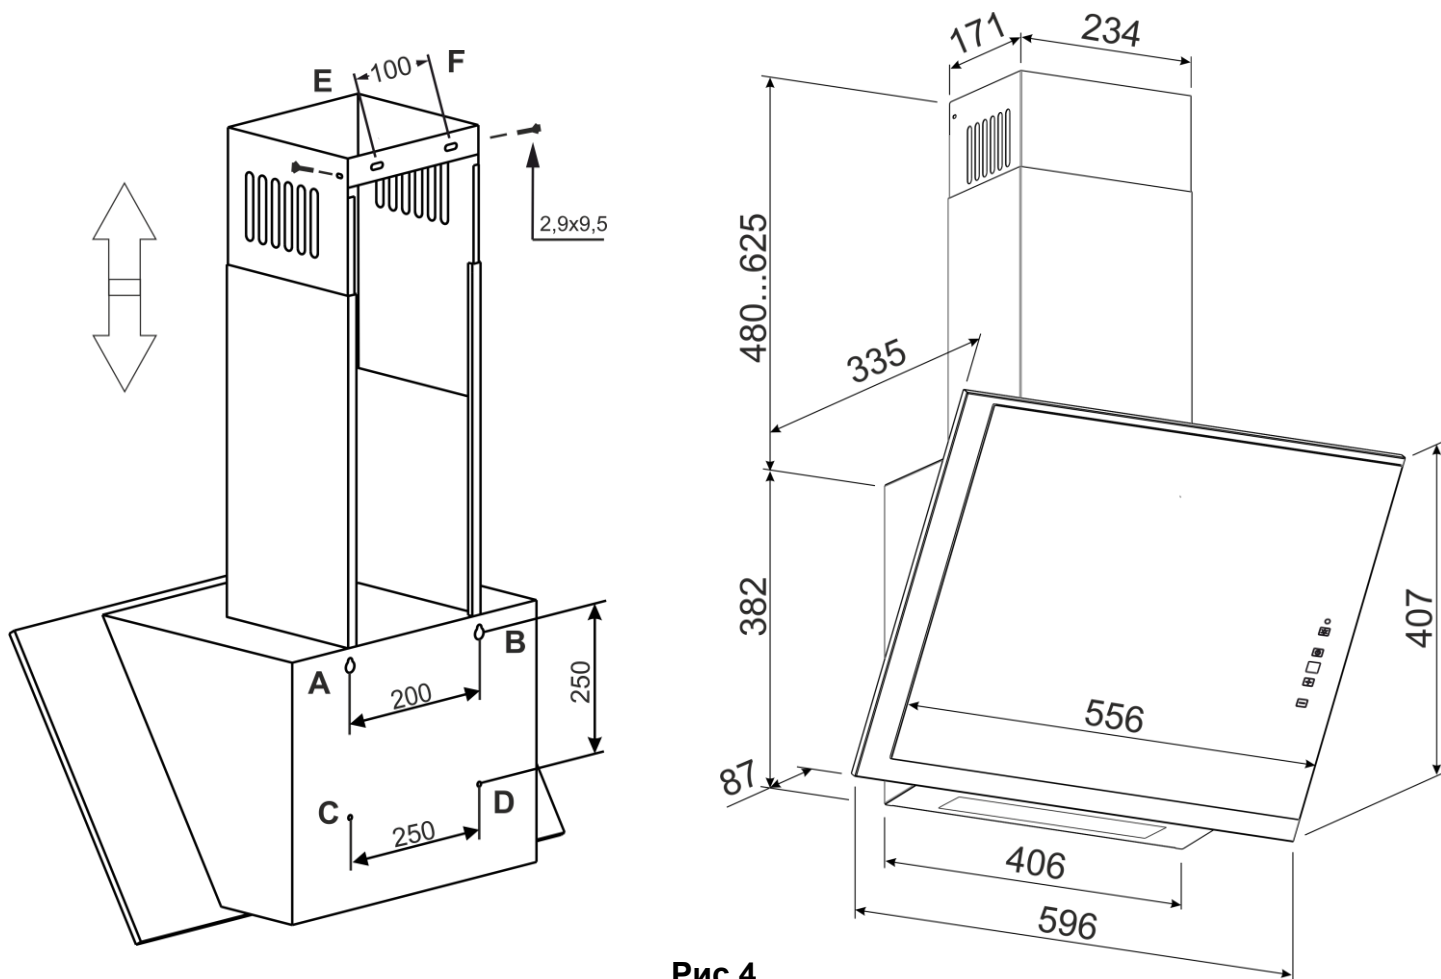

Рис.4
- 6.4 Проведіть розмітку кріпильних отворів корпусу на стіні кухні. Для цього виготовте паперовий шаблон з координатами **4-х** отворів на задній стінці корпусу (**точки А, В, С, D див схема монтажу**); прикладіть шаблон до стіни на необхідній висоті, що вказана вище, і вирівняйте його по рівню (**рис.4**).
6.10 Установіть телескопічний коминак на корпусі витяжки. Підніміть верхню панель коминка з планкою під стелю, щоб він закривав повітровід вентиляції, і розмітьте по пазам планки 2 отвори під кріплення (т. **Е, F**) (**рис.4**).
6.14 Установіть зовнішню панель комінка в пази на корпусі витяжки, а внутрішню – підніміть вгору до суміщення отворів кріплення з планкою і з'єднайте їх з боків 2-ма шурупами **ПКГ 2,9x9,5** (**рис.4**).